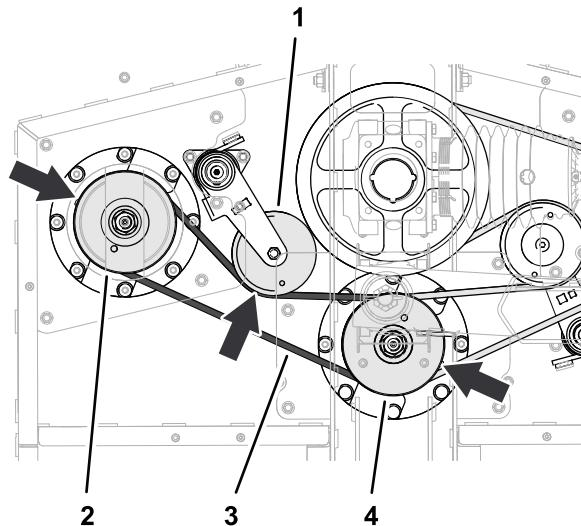

Bild 67
1. Führen Sie den kurzen Riemen um die Riemscheibe der linken Spindel und die untere Nut der Riemscheibe der mittleren Spindel (Bild 67).
Uhrzeigersinn und ziehen Sie den Riemen auf die Spannscheibe auf (Bild 67).